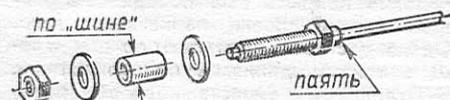

Рис. 4. Типовая окончковка оси под установку колеса из круглого листа.
**Рис. 4. Система управления:** 1 — алюминиевая заклепка  $\varnothing 2$  мм, 2 — прокладка (дюралюминий толщиной 1 мм), 3 — кабанчик руля (дюралюминиевый профиль-уголок), 4 — пластиковая трубка фиксации конца тяги в кабанчике длиной 8 мм, 5 — тяга (проволока ОВС  $\varnothing 2$  мм), 6 — качалка (дюралюминий толщиной 2 мм), 7 — карабин (проволока ОВС  $\varnothing 0,8$  мм).